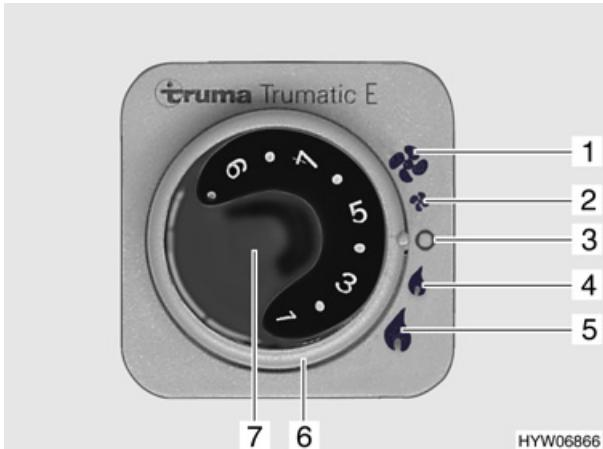

Fig. 58 Centralina di controllo per Trumatic E
- Impostare la manopola della temperatura (Fig. 58,7) sulla potenza desiderata.
- Posizionare l'interruttore girevole (Fig. 58,6) sulla potenza desiderata:
- ▲ potenza piena (Fig. 58,5)
- ▲ potenza minima (Fig. 58,4)
- Posizionare l'interruttore girevole (Fig. 58,6) su "O" (Fig. 58,3).
Posizionare l'interruttore girevole (Fig. 58,6) sulla potenza desiderata:
potenza piena (Fig. 58,1)
potenza minima (Fig. 58,2)